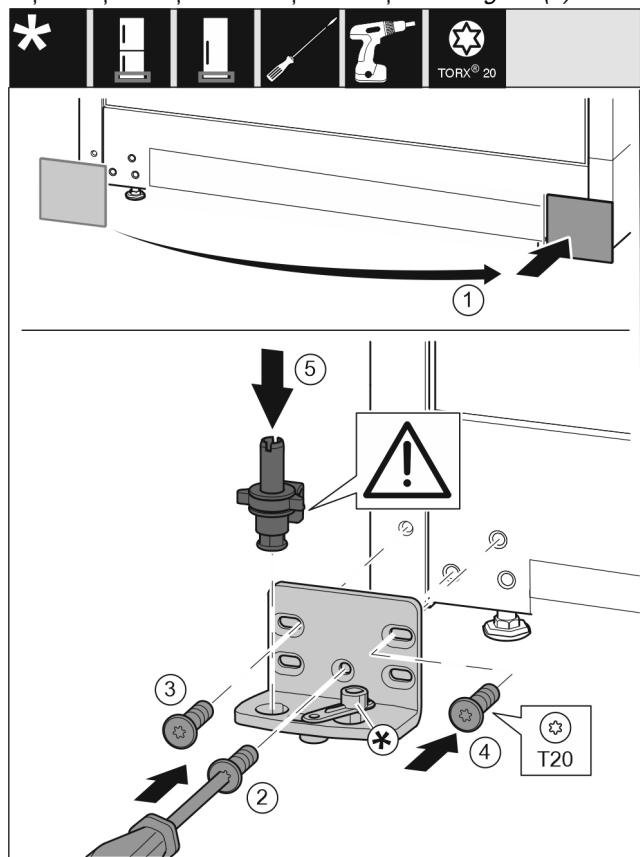

Fig. 14
- ▶ Detașați capacul și montați-l pe partea opusă. Fig. 14 (1)
- ▶ Aplicați suportul de lagăr pe partea opusă și înșurubați-l cu ajutorul unei șurubelnițe T20. Începeți cu șurubul 2 de jos din centru. Fig. 14 (2)
- ▶ Înșurubați ferm șurubul 3 și 4. Fig. 14 (3,4)
- ▶ Introduceți complet bolțul de lagăr. Aveți grijă aici ca respectiva camă de cuplare să fie îndreptată către înapoi. Fig. 14 (5)